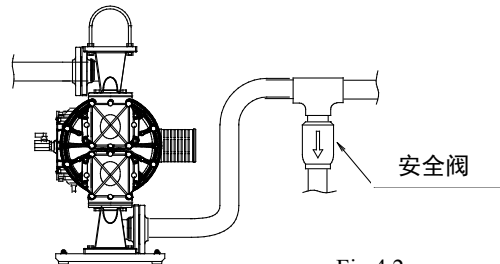

Fig.4.2
- 当移送液剂的体积因泵的设置场所环境而产生较大变化时，请在排出侧安装安全阀，使其在达到容许压力时能够打开。（参照Fig.4.2）由于液剂的体积变化而使泵的内部压力超过容许压力时，可能成为破损的原因。